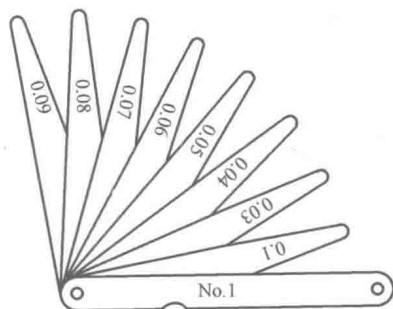

图 0-17 塞尺
(7) 塞尺 塞尺是用来检验两个相结合面之间间隙大小的片状定值量规, 是一种常用的标准量具。塞尺有两个平行的测量平面, 每套塞尺由若干片组成, 叠合在夹板里, 每把塞尺尺面上标记有该尺的规格, 如图 0-17 所示。